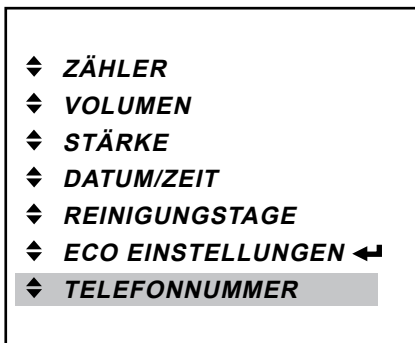

Abb. 39
- Drücken Sie die Entertaste ↵ um das Menü «TELEFONNUMMER» anzurufen. (Abb. 39)